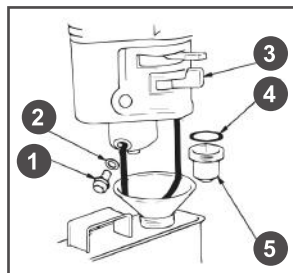

Рис. 17 Обслуживание фильтра-отстойника
3. Открутите болт 1 сливного отверстия и слейте топливо из поплавковой камеры карбюратора (Рис. 17).
4. Открутите стакан отстойника 5, вылейте из него топливо в заранее подготовленную емкость (Рис. 17).